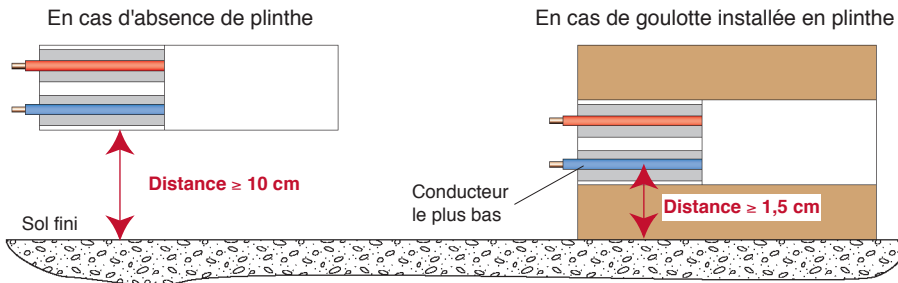

Figure 115 : Les conditions de pose en plinthe
- dans le cas d'une pose en plinthe ou de plinthe électrique, le conducteur le plus bas doit être au minimum à 1,5 cm du sol fini (figure 115). Une moulure peut être posée en plinthe si elle possède un degré de protection au moins égal à IK 07 ;